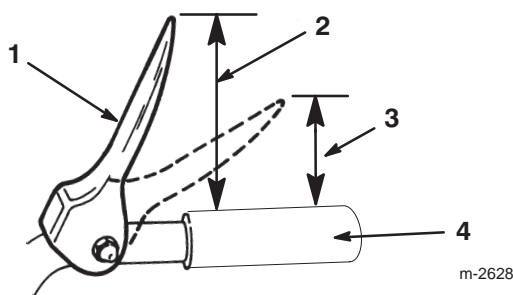

Figure 8
3. Réglez la position des deux contre-écrous à bride sur la tige de traction supérieure vers le haut ou vers le bas pour que l'extrémité de la manette de commande de traction soit à environ 12,7 cm du haut de la poignée (Fig. 8).
Remarque : Le réglage est correct si les roues cessent de tourner quand le bout de la manette de commande de traction est à une distance de 7,6 à 10,2 cm du haut de la poignée (Fig. 8).